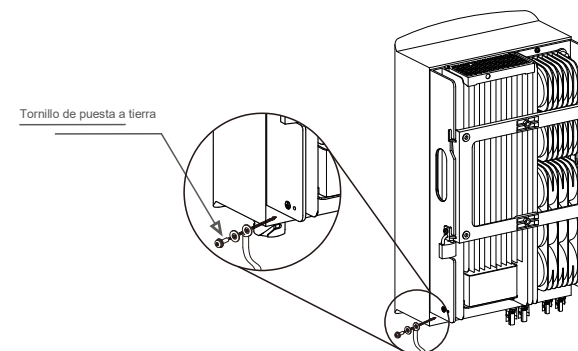

Figura 5.10 Cable fijo
- 6) Conecte el cable de conexión a tierra al punto de conexión a tierra del disipador de calor y apriete el tornillo de conexión a tierra. El par es de 3-4 Nm (consulte la figura 5.10).